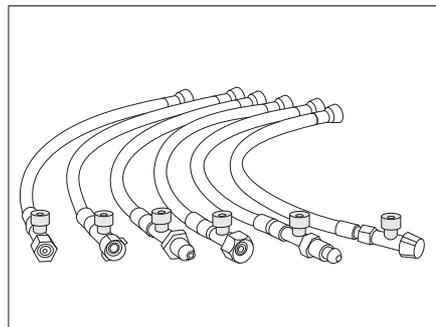

Bild 93 Hochdruckschläuche mit Schlauchbruchsicherung (länderspezifische Varianten)
- Grünen Knopf am Hochdruckschlauch (Bild 93) kräftig drücken.